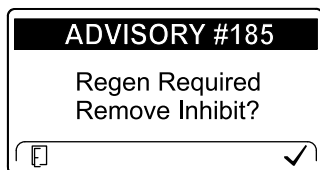

図 38
**注** リセット再生が必要な状態になったのに、リセット再生を「しない」に設定した状態になっている場合、15 分ごとにインフォセンター上にADVISORY #185 が表示されます 図 38。